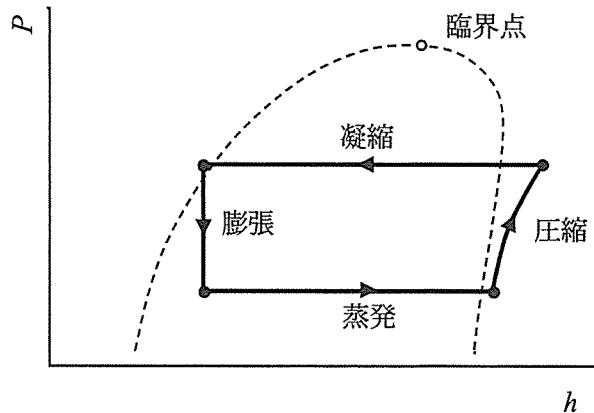

図3 冷凍サイクル
(3) 図3は、熱源設備の冷凍サイクルにおける冷媒の状態変化を  $P-h$  線図に示したものである。
1) 図3の  $h$  は比エンタルピーであり、その値は冷媒の保有している 10 を示している。
2) 図3に示す冷凍サイクルには、主に低温で蒸発する性質を持つ冷媒が用いられ、液→ガス→液というように循環利用される。現在、主に使用されている冷媒は、フロン系の代替冷媒で 17 の値が零という特長を持つ 18 である。ただし、この冷媒は 19 の値が大きく、地球環境上は万全ではないため、新しい代替冷媒の実用化が急がれている。